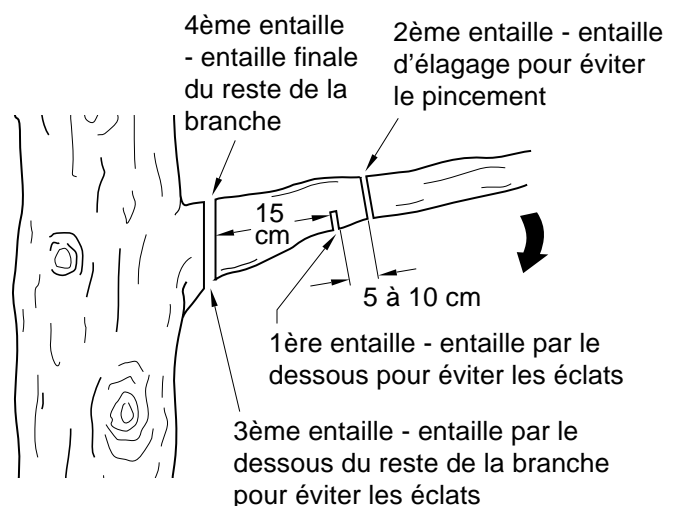

Figure 7 - Coupe d'une branche
1. Faire la première entaille à 15 cm (6 po) du tronc, sur le dessous de la branche. Utiliser le haut de la lame-guide pour faire cette entaille. Couper sur 1/3 du diamètre de la branche. (Voir la figure 7.)